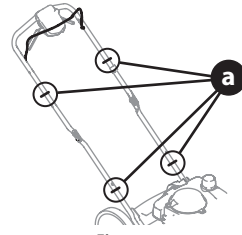

Figura 5
4. De ser necesario, ajuste cualquier brida de cable suelta (a) asegurándola a la manija (Figura 5).